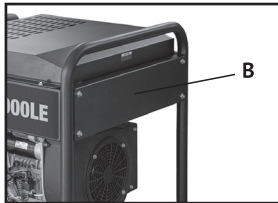

Рис. 14
- Открутите крепежные винты на крышке **В** воздушного фильтра (рис.14, 15, 16).